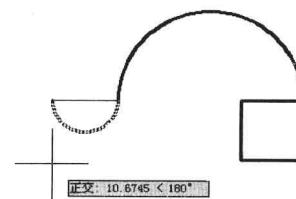
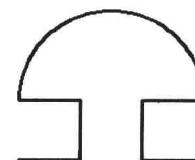

图 3-2-2
图 3-2-3
(8) 命令行提示“指定圆弧的端点或 [圆心(CE)/半径(R)]”，向左移动光标，输入“30”，按 Enter 键，逆时针绘制一个圆弧，如图 3-2-2 所示。
(9) 命令行提示“指定圆弧的端点或[角度(A)/圆心(CE)/闭合(CL)/方向(D)/半宽(H)/直线(L)/半径(R)/第二个点(S)/放弃(U)/宽度(W)]”，输入“L”，按 Enter 键，结束圆弧线段绘制，开始绘制直线段。
(10) 向右移动光标，输入直线长度 10，按 Enter 键；向下移动光标，输入直线长度 10，按 Enter 键，绘制一条垂直线段；向左移动光标，输入直线长度 10，按 Enter 键，绘制一条水平线段。再次按 Enter 键，结束多段线操作。符号绘制完成，如图 3-2-3 所示。